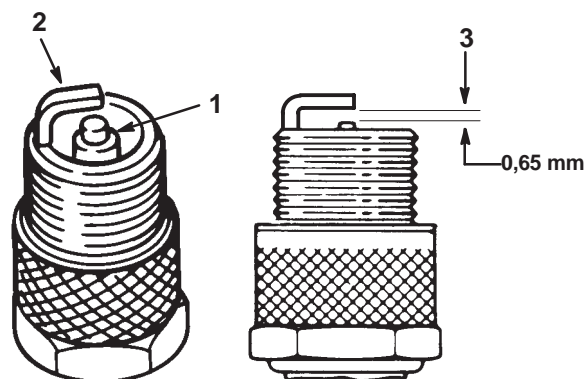

Bild 29
1. Sehen Sie sich die Mitte der Zündkerze(n) an (Bild 29). Wenn der Kerzenstein hellbraun oder grau ist, ist der Motor richtig eingestellt. Eine schwarze Schicht am Kerzenstein weist normalerweise auf einen schmutzigen Luftfilter hin.
2. Prüfen Sie den Abstand zwischen den mittleren und seitlichen Elektroden (Bild 29). Verbiegen Sie die seitliche Elektrode (Bild 29), wenn der Abstand nicht stimmt.